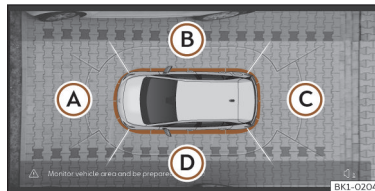

Fig. 146 Visualização do sistema de visão periférica: perspectiva aérea.
Pode-se escolher entre quatro vistas diferentes >>> **Fig. 146:**
Combinando as imagens de todas as câmaras, gera-se a perspectiva aérea >>> **Fig. 146.** A perspectiva aérea pode-se seleccionar pressionando sobre o veículo dentro da zona.
Pressionando sobre as diferentes áreas >>> **Fig. 146** (A) a (D) da perspectiva aérea ou da perspectiva aérea reduzida, é possível seleccionar e fixar a vista correspondente, a qual será realçada a cor de laranja.